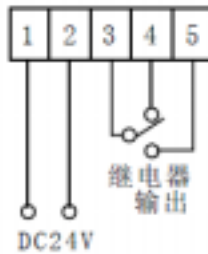

图 1. 直流 24V 供电
- 直流 24V 供电继电器输出时的系统连线如图 1 所示。